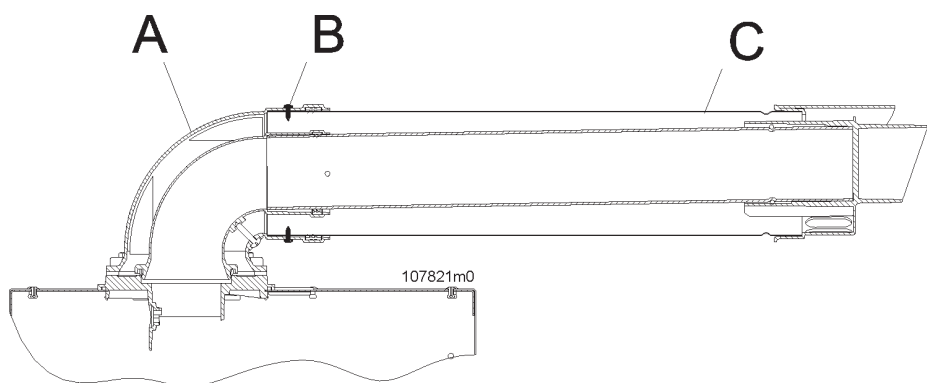

Figura 5-25 - Corretta installazione del condotto coassiale
ATTENZIONE!!! Seguire scrupolosamente le fasi di installazione del condotto coassiale come illustrato in Figura 5-25. In particolare occorre:
- 1.- inserire il condotto coassiale "C" all'interno della curva "A" (Figura 5-25);
- 2.- fissare il condotto esterno con le viti autofilettanti "B" in acciaio inox (Figura 5-25).